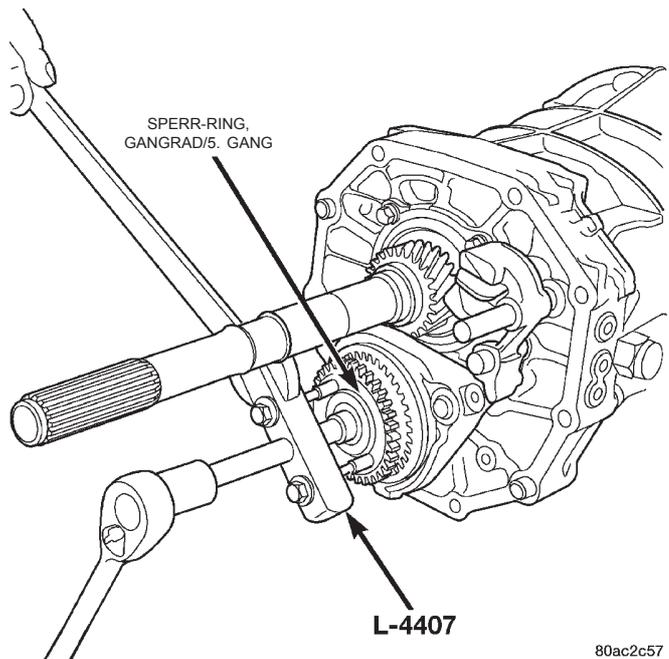

Abb. 56 Sperr-Ring/5. Gang ausbauen
(8) Den Sperr-Ring des Gangrads für den fünften Gang auf der Vorgelegewelle mit Hilfe des Abziehwerkzeugs L-4407 ausbauen (Abb. 56).